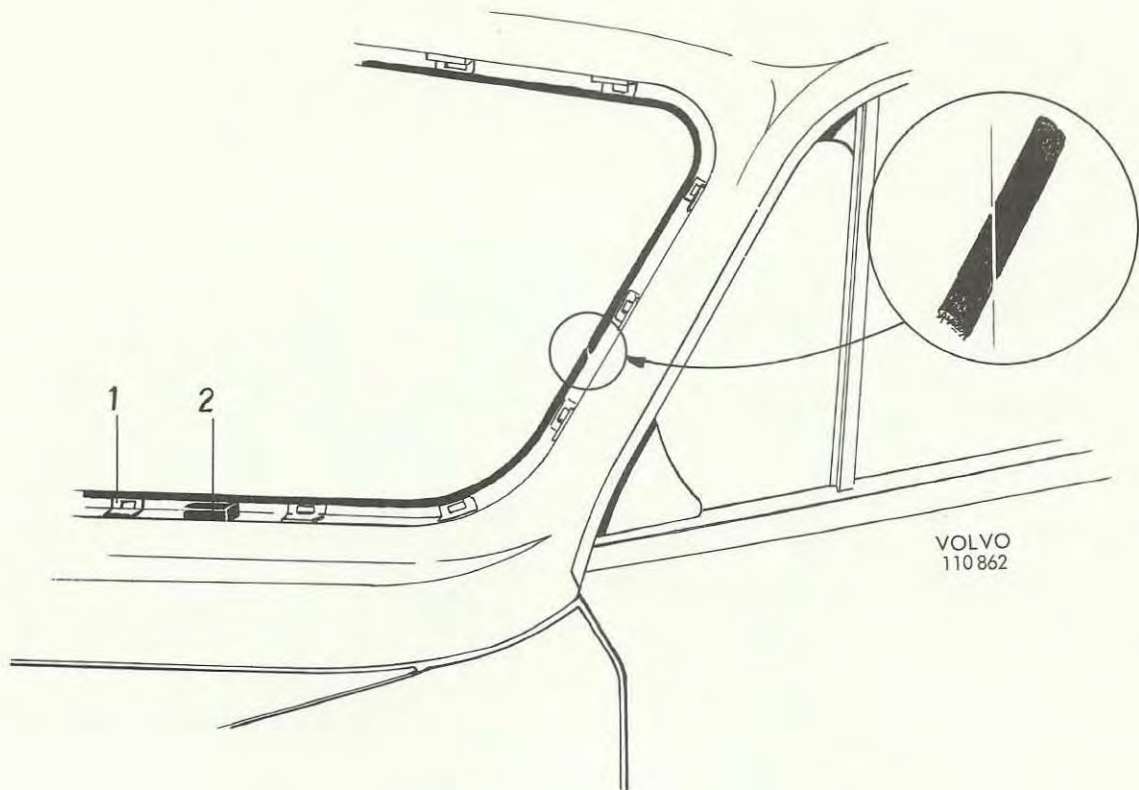

Bild 3
3. Montera de båda distansstyckena i vindruteöppningens nederkant. De ska ligga mellan 2:a och 3:e clipset från vardera vindrutestolpen, se bild 3.
4. Butyltappen monteras på karossen minst 10 min och högst 1 timme efter det limhjälpmedlet strukits på. Tapen rullas ut runt hela vindruteöppningen med skyddspapperet på. Skarven läggs mitt på en av sidostolparna och skarvänderna skärs snett, se bild 3. Tapen skärs lättast med en varm kniv.